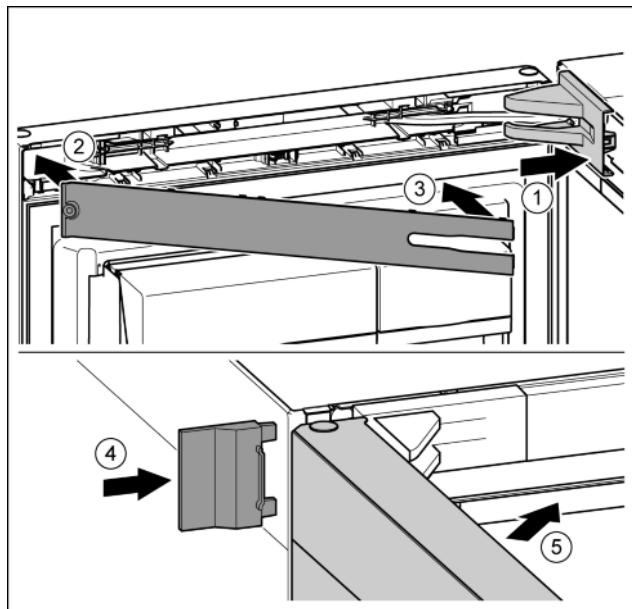

Fig. 23
- Крышку опорного кронштейна установить и зафиксировать, при необходимости, осторожно разжать. Fig. 23 (1)
- Установить накладку. Fig. 23 (2)
- Наклонить и защелкнуть накладку. Fig. 23 (3)
- Надвинуть внешнюю крышку. Fig. 23 (4)
- Закрыть верхнюю дверь. Fig. 23 (5)